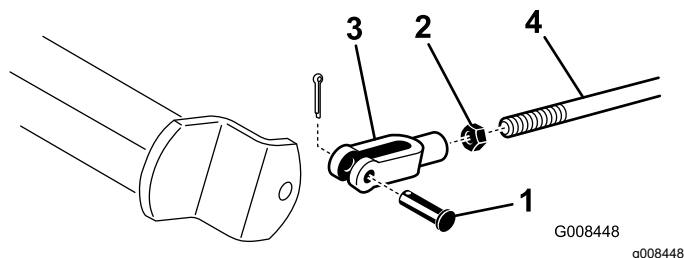

図 47
A. コッターピンとクレビスピンを外して、ブレーキロッドを外す 図 47。
- B. ジャムナットをゆるめ、クレビスを調整する 図 47。
- C. クレビスをシャフトに取り付ける 図 47。